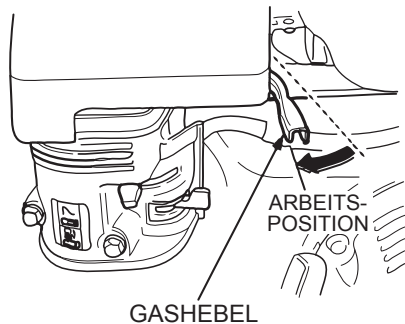

Abbildung 13. Gashebel (Arbeitsposition)
- Um mit dem Mischen zu beginnen, den Gashebel (Abb. 13) auf die **ARBEITSPOSITION** stellen.